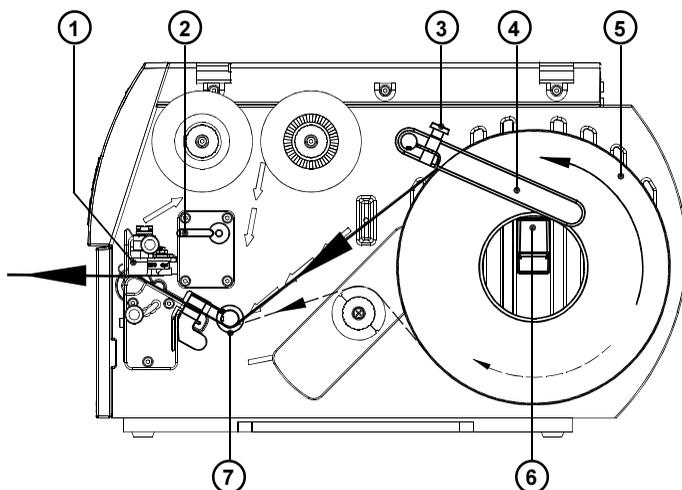

Figure 2
1. Desserrez la vis moletée (3), repoussez (4) le guidage vers le haut et tirez-le le plus possible vers l'extérieur.
2. Positionner le rouleau d'étiquettes (5) sur le logement (6) et déroulez une certaine longueur de bande. Poussez à fond la bobine sur le dérouleur de bande.
3. Rabattez le guidage (4) sur le logement (6). Poussez le guidage contre le rouleau de manière à freiner légèrement celui-ci. Resserrez la vis moletée (3).
4. Tournez complètement le levier (2) dans le sens des aiguilles d'une montre pour soulever les composants de la tête d'impression (1).
5. Poussez à fond l'anneau de guidage (7) vers l'extérieur.
6. Faites glisser la bande d'étiquettes dans l'imprimante comme cela est illustré sur la figure 2. Le déroulement de papier pour les étiquettes positionnées vers l'extérieur est représenté par une ligne pleine, le déroulement de papier pour les étiquettes positionnées vers l'intérieur est représenté par une ligne de tirets.
7. Réglez la barrière photoélectrique (8) de sorte que le capteur (9) puisse reconnaître les intervalles entre étiquettes, c'est-à-dire les marques de perforations ou les spots.